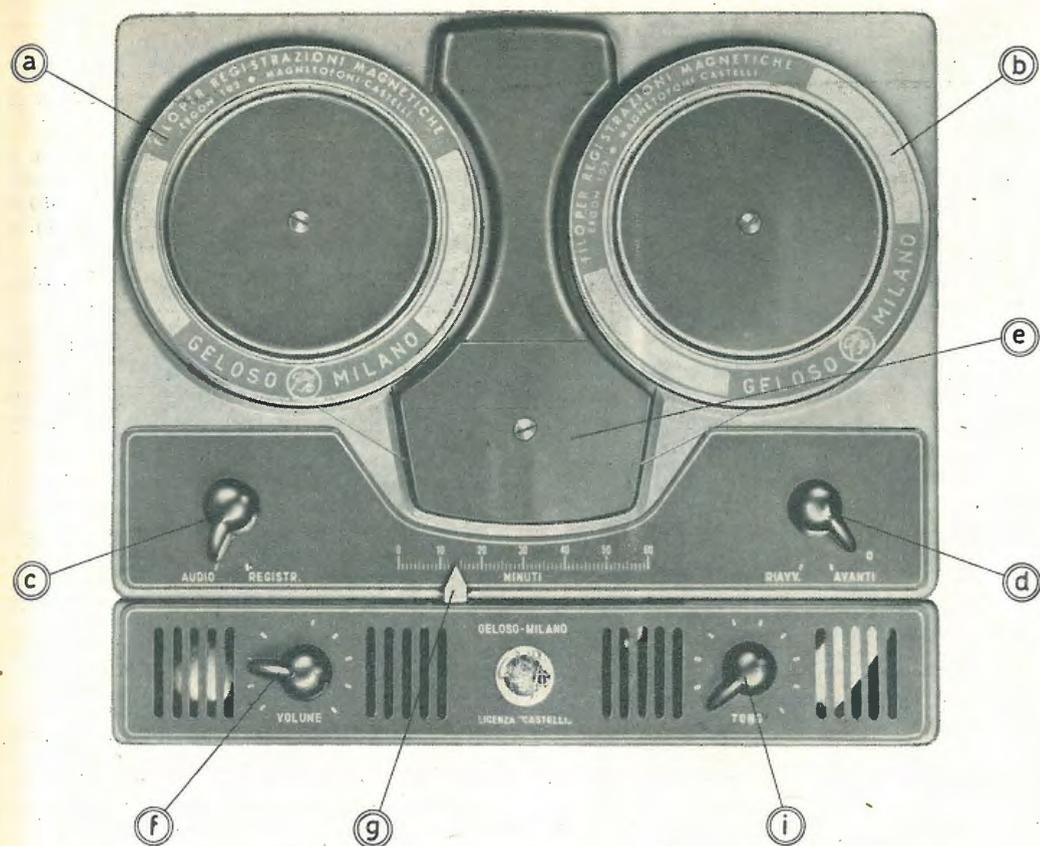
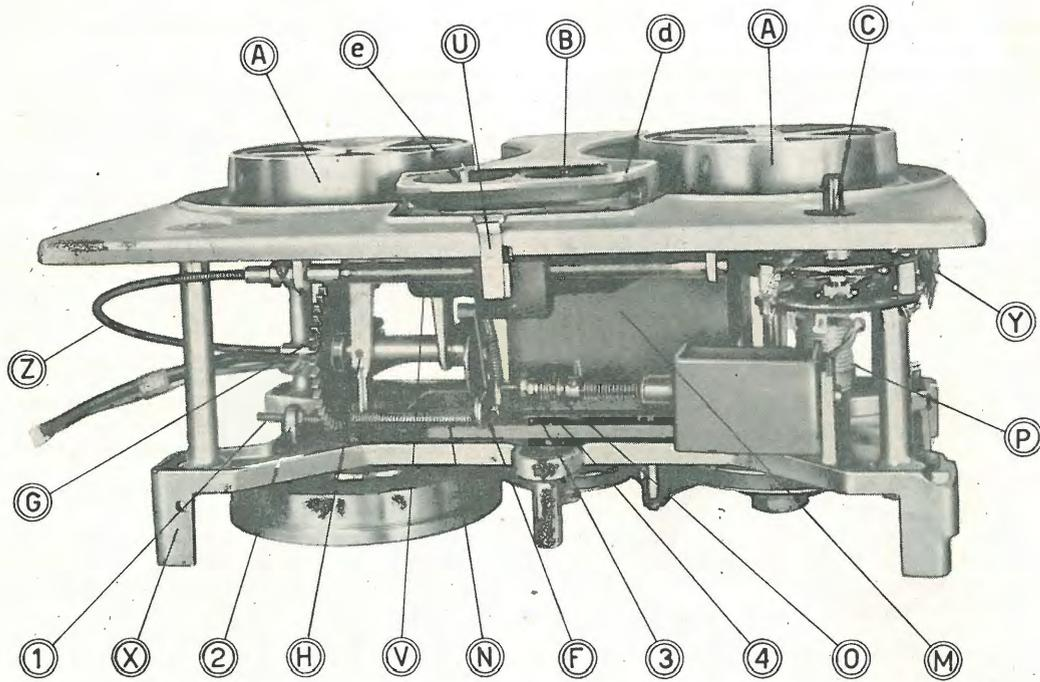
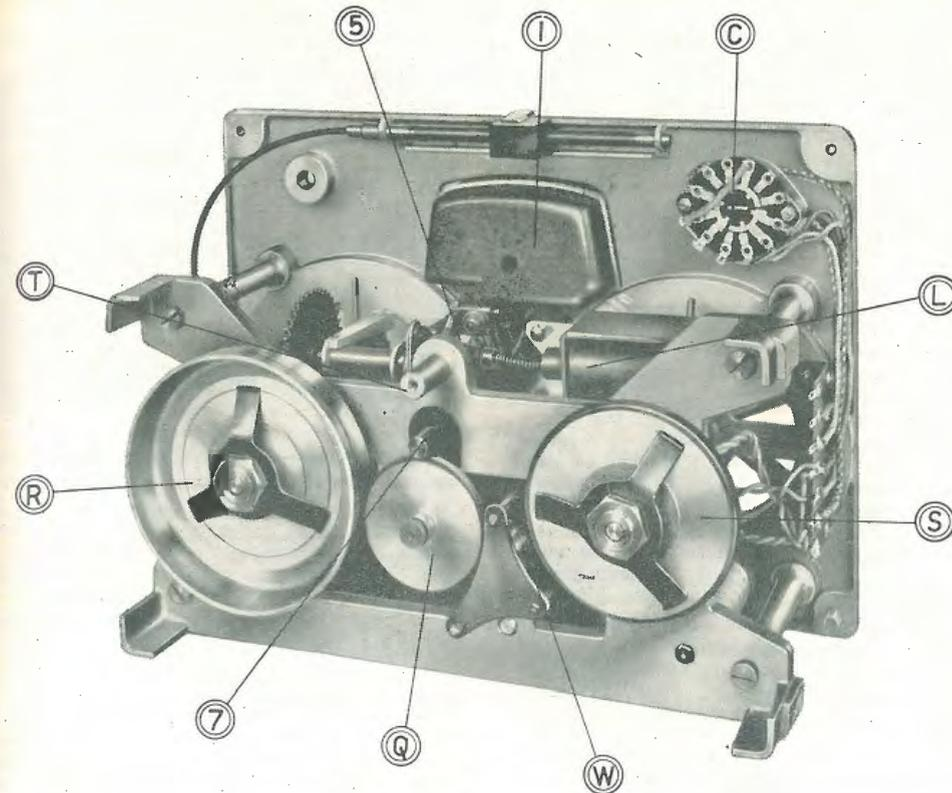

Fig. 1. - Veduta del piano superiore del registratore con i diversi bottoni di comando.
Fig. 2. - Il complesso meccanico. Si osservi l'intelaiatura, il piano superiore e quello inferiore.
Fig. 3. - Il complesso meccanico. Sono visibili, tra l'altro, gli organi situati sotto il pannello inferiore.
3) Ruotando il bottone ad indice « i » (vedi fig. 1), che comanda, oltre alla regolazione di tono in audizione, l'interruttore generale dell'apparecchio. Ruotando pertanto tale bottone verso destra si da sentire uno scatto l'apparecchio — dopo una attesa di circa 15" — sarà pronto per il funzionamento essendosi nel frattempo riscaldate le valvole.
4) Sopra i due tamburi (« A » - fig. 2) devono essere inseriti i caricatori del filo (« b » - « a » fig. 1) avendo cura di porre in « b » una bobina carica ossia con tutto il filo avvolto. La bobina « a » è quella destinata a ricevere il filo e pertanto ne deve essere priva o deve essere in con-
5) Mettere in moto il motore dell'apparecchio portando l'indice del bottone « d » (fig. 1) in corrispondenza della scritta AVANTI. Il tamburo « a » (fig. 1) inizierà la rotazione.
- 7) Arrestare l'apparecchio portando nuovamente l'indice del bottone «d» (fig. 1) in posizione «0».
- 8) Mettere l'indice del segnatempo «g» (fig. 1) sullo zero premendo l'indice stesso verso il basso, leggermente, e spostandolo contemporaneamente verso sinistra.
- 2) Portare l'indice del bottone «c» (fig. 1) in posizione REGISTRAZIONE.
- 3) Portare l'indice del bottone del volume («f» - fig. 1) sulla tacca segnata in rosso.
- 4) Portare l'indice del bottone («d» - fig. 1) nuovamente sulla posizione AVANTI come già si era fatto all'inizio per far avvolgere le prime spire di filo.
- 6) Ultimata la registrazione o comunque, per arrestare l'apparecchio, portare l'indice del bottone «d» (fig. 1) in posizione «0» ciò che farà arrestare lo svolgimento del filo. Passando l'indice del bottone «c» (fig. 1) dalla posizione REGISTRAZIONE a quella AUDIO l'apparecchio sarà pronto per l'audizione.
- 3) Eseguire tutte le operazioni di cui alla registrazione da microfono dal N. 2) al N. 6). Il cordone di raccordo N. 363 è dotato di apposito attenuatore sì da consentire una registrazione ottima lasciando il comando di volume («f» - fig. 1) in corrispondenza della tacca rossa allorchè si impiega un pick-up a tensione d'uscita normale. Se la tensione d'uscita del pick-up è invece alquanto bassa si potrà portare l'indice del regolatore di VOLUME oltre la tacca rossa ciò che aumenterà l'amplificazione del segnale entrante; a questo proposito sarà bene effettuare qualche prova preliminare notando l'indicazione per la quale si hanno i migliori risultati senza peraltro amplificare eccessivamente ciò che recherebbe distorsione.
La regolazione del volume sonoro di incisione sarà effettuata sempre dal comando del registratore e normalmente si noterà che la migliore condizione corrisponde all'indice del bottone «f» (fig. 1) in corrispondenza della tacca rossa. Anche per queste registrazioni sarà opportuno effettuare qualche prova preliminare che consentirà di determinare la migliore posizione del regolatore di volume in dipendenza dell'intensità della ricezione radio.
— il bottone «c» (fig. 1) deve trovarsi in posizione AUDIO. Non osservando questa avvertenza e cioè facendo svolgere il filo inciso con l'indice del bottone «c» (fig. 1) posto su REGISTRAZIONE, quanto è stato registrato verrà automaticamente cancellato con lo svolgimento del filo stesso.
1) Riavvolgere il filo che durante la registrazione si è portato dal rochetto «b» al rochetto «a» (fig. 1); per far ciò è sufficiente che l'indice del bottone «d» (fig. 1) sia volto sulla posizione RIAVVOLGIMENTO. Il filo si riavvolgerà in «b» (fig. 1) assai più rapidamente di quanto non faccia allorchè si registra e cioè di quanto si avvolge in «a» (fig. 1). Durante il riavvolgimento il segnatempo «g» (fig. 1) — che si sarà spostato nella fase di registrazione verso destra segnando la durata in minuti primi — si sposterà automaticamente in senso contrario e cioè tornerà verso lo zero. Durante il riavvolgimento si udranno nell'altoparlante suoni striduli e attenuati che saranno corrispondenti alla registrazione eseguita ma riprodotta a rovescio e a fortissima velocità. Questi suoni possono essere eliminati ruotando l'indice dell'indicatore di VOLUME verso lo zero mentre, in alcuni casi, con un po' di pratica ci si può valere di essi per individuare qualche punto particolare della registrazione dal quale si vuol iniziare l'audizione.
2) Terminato il riavvolgimento iniziandosi come sopra, o terminata la parte di riavvolgimento che interessa, è sufficiente portare l'indice del bottone «d» (fig. 1) sulla scritta AVANTI per poter ascoltare immediatamente l'audizione. Il tono ed il volume saranno regolati a piacere. Ci si ricordi, come è detto sopra, di osservare che il bottone «c» (fig. 1) sia sulla posizione AUDIO.
I comandi di svolgimento e riavvolgimento del filo possono essere eseguiti anche a mezzo di pulsanti a pedale. Sullo schema elettrico si può osservare il relais che ha lo scopo di affettuare le commutazioni in dipendenza delle manovre eseguite sul comando a pedale o col comando del commutatore «d» (fig. 1).
CARICA DEL REGISTRATORE. - 1) Infilare il portabobine completo di rocchetti, assicurandosi poi che esso sia completamente infilato. 2) Togliere il telaio del portabobine agendo coi pollicini sulle due apposite levette laterali. 3) Far passare il filo nel porta-testine «e» (fig. 1).
La fig. 2 e la fig. 3 illustrano la parte meccanica del registratore e recano l'indicazione di tutti i particolari. Si può osservare che l'insieme è costituito da una robusta intelaiatura recante un piano superiore a pannello, colonne distanziatrici ed un piano inferiore. I due piani sono in metallo in pressofusione.
Dal pannello superiore sporgono i due tamburi portabobine «A» (fig. 2) ed il perno relativo al commutatore del comando di marcia «C» (fig. 2).
Nel complesso portatestine «B» ed «I» (fig. 2 e 3) sono montate la testina di cancellazione in «d» (fig. 2) e di registrazione in «e» (fig. 2). Nel portatestine citato viene pure montato il filtro equalizzatore a resistenza-capacità.
Il portatestine durante il funzionamento effettua un movimento di va e vieni nel senso verticale così da assicurare un regolare ed uniforme avvolgimento e svolgimento del filo dalle bobine e sulle bobine per quanto riguarda gli strati nel senso della larghezza. Questo movimento è ottenuto a mezzo della camma a cardioide «F» (fig. 2) che a sua volta riceve il movimento del-
l'ingranaggio «G» e della vite senza fine «H» (fig. 2).
Nella parte inferiore del portatestine è collocato un peso in ghisa «I» (fig. 3) il cui scopo è quello di eliminare vibrazioni meccaniche che potrebbero essere trasmesse alle testine.
Tra i due piani di pressofusione di cui si è detto sopra, sono collocati diversi organi del complesso e precisamente l'elettromagnete «L» (fig. 3) di retromarcia, il motore «M» (fig. 2) le molle di pressione «N» ed «O» (fig. 2), la resistenza «P» (fig. 2) del valore di 150 ohm connessa elettricamente in serie al motore (vedi schema elettrico) e dal cavo flessibile «Z» (fig. 2).
Nella parte sottostante il secondo pannello si trova la puleggia del motore a due gradini, la puleggia intermedia «Q», le due ruote a frizione «R» ed «S» nonché il piedino «T» (fig. 3) che serve per il fissaggio di tutta la struttura al mobile.
I comandi elettrici relativi al funzionamento del complesso meccanico fanno capo al commutatore «C» (fig. 2 e 3) cui corrisponde il bottone ad indice «d» (fig. 1). Il commutatore, allorchè l'indice è sulla posizione di AVANTI (registrazione o audizione) consente il passaggio della corrente verso il motore «M» (fig. 2); in questa posizione, in serie all'alimentazione del motore si trova la resistenza «P» (fig. 2) per cui il motore stesso non sviluppa tutta la sua potenza. La puleggia con anello esterno di gomma «Q» (fig. 3) ha aderente a se stessa la puleggia «W» (fig. 3) del motore (gradino a diametro più piccolo) grazie all'azione della molla «N» (fig. 2). La stessa puleggia «Q» aderisce alla ruota di frizione «R» (fig. 3) e mette così in movimento (movimento che riceve, come si è visto dalla puleggia del motore) il perno del tamburo portabobine di avammarcia.
b) L'elettromagnete «L» (fig. 3) riceve corrente; si vince il risucchio del suo nucleo, nucleo che rimanda la resistenza della molla «N» e, verificandosi la compressione della molla «O» il motore sarà costretto a ruotare su di se stesso per un piccolo angolo. In seguito a tale rotazione la puleggia del motore aderirà col gradino a maggior diametro alla ruota con frizione «S» (fig. 3) e sarà così trascinato il perno del tamburo di riavvolgimento.
Regolazione molla «N» — Qualora l'apparecchio non avesse sufficiente forza di trazione nella marcia in avanti è necessario tendere ulteriormente la molla «N». Tale regolazione si effettua allentando i dadi 1 e 2 (fig. 2), avvitando maggiormente il dado 1 e bloccandolo poi con il controdado 2. Si presti attenzione a non esagerare nella tensione di detta molla per evitare difficoltà di partenza del motore o cattivo funzionamento in retromarcia.
Regolazione molla «O» — La regolazione di questa molla si rende necessaria se l'apparecchio non presenta sufficiente forza di trazione in retromarcia. Per tendere ulteriormente tale molla si agisca sul dado 4 e sul controdado 3 (fig. 2). Anche qui occorre non tendere troppo la molla per evitare difficoltà di partenza del motore.
il filo tende ad avvolgersi prevalentemente da un lato della bobina formando un avvolgimento a forma tronco-conica. In questo caso occorre spostare la regolazione del portabobine verso l'alto se l'ammassamento ha luogo verso il basso e viceversa. Per spostare la corsa occorre allentare dapprima il dado «5» (fig. 3) nonché il dado ad esso opposto. Si regoli poi la posizione dei due dadi sul perno filettato si da ottenere uno spostamento del porta testine nell'uno o nell'altro senso. Prima di stringere i dadi ci si accerti che la leva che dà il movimento al porta testine risulti bene in centro.
Regolazione corsa del motore — L'angolo di cui il motore può ruotare per passare da una marcia all'altra, è determinato dalla posizione della puleggia intermedia «Q» (fig. 3), ed è tarato in fabbrica in modo che, in posizione di marcia avanti, tra il gradino maggiore della puleggia del motore e la ruota «S», vi sia uno spazio di 0,5 mm. Tale spazio non è eccessivamente critico e può variare entro limiti abbastanza alti. Dopo lungo uso però lo spazio può diventare realmente eccessivo a causa del consumo della gomma. In tale caso si allenti la vite «7» (fig. 3), si sposti la puleggia «Q» verso il basso fino ad ottenere ancora l'intervallo di cui sopra, e si torni a stringere la vite «7».